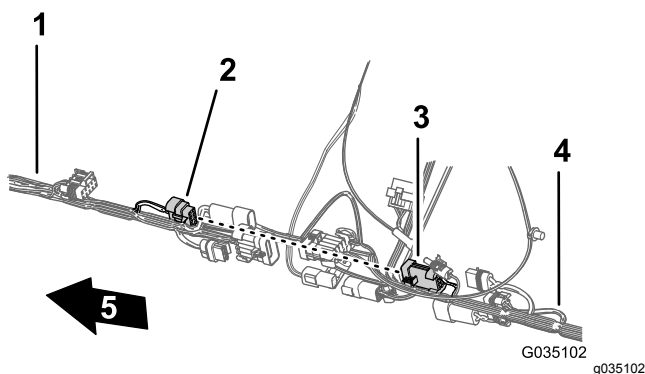

Figure 88
3. Branchez le connecteur à 8 broches du faisceau avant pour l'interconnexion du faisceau du pulvérisateur au connecteur à 8 douilles du faisceau arrière pour l'interrupteur de régulation de débit (Figure 88).